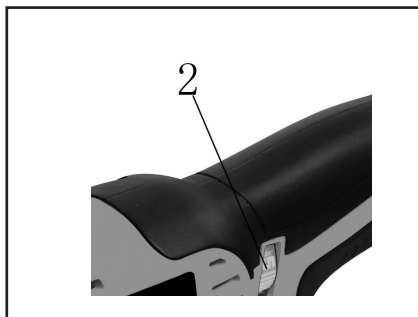

rys. 5
- ✿ Aby narzędzie włączyć należy przesunąć wyłącznik (1) w kierunku do przodu narzędzia (rys. 5).
- ✿ Aby narzędzie wyłączyć należy przesunąć wyłącznik w kierunku do tyłu narzędzia (rys. 5).
2. Położyć na podłodze kawałek płytki posadzkowej (1) około 1/2" (25 mm) od obramienia drzwiowego (2)
3. Ustawić narzędzie z tarczą (3) w taki sposób, aby dotykało lekko powierzchni płytki i aby zęby tnące NIE DOTYKAŁY powierzchni ciętej.
4. Ustawić najwyższe obroty i włączyć narzędzie (rys. 5 i 6)
- Umieścić tarczę tnącą (2) bezpośrednio przy podłodze na środku jednej z linii cięcia.
- Ustawić średnie obroty i włączyć narzędzie (rys. 5 i 6).
2. Przyłożyć puszkę do ściany i miękkim ołówkiem obrysować wymagany otwór o kształcie prostokąta (1)
3. Umieścić krawędź tnącą tarczy (2) bezpośrednio przy ścianie na środku jednej z linii cięcia.
4. Przełączyć wyłącznik w pozycję **WŁĄCZONE** w sposób pokazany na rys. 5.
2. Ustawić regulator obrotów na 4 i przełączyć wyłącznik w pozycję **WŁĄCZONE** w sposób pokazany na rys. 5 i 6.